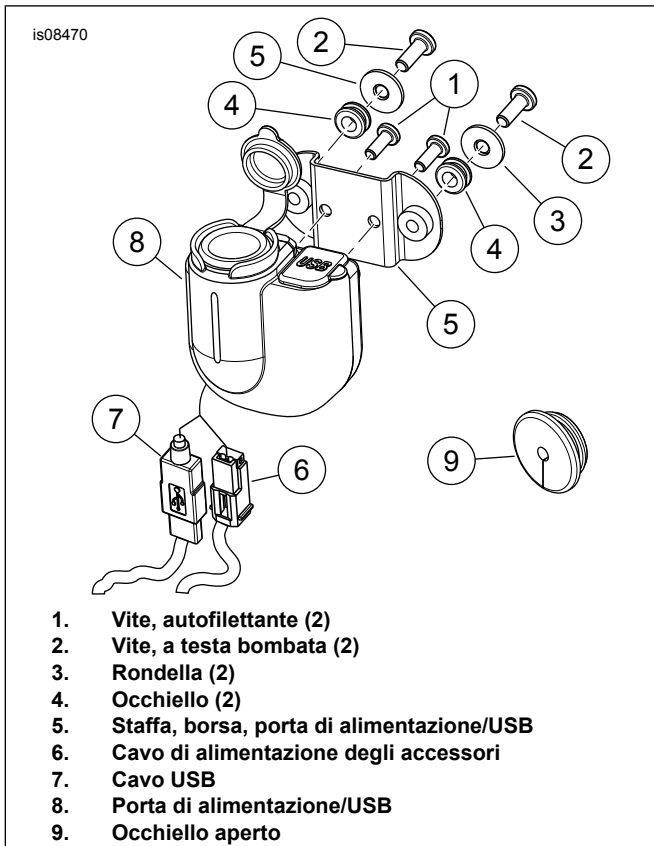

Figura 6. Installazione dell'uscita a 12 V/USB sulla borsa
4. Usando la staffa (5) come maschera, segnare le posizioni dei due fori di montaggio. Punzonare la posizione dell'apertura del passaggio per la porta di alimentazione.
5. Vedere Figura 6. Montare la staffa (5) sulla porta di alimentazione/USB (8) fissandola con le viti (1).
7. Installare gli occhielli di gomma (4) in ciascuno dei fori di montaggio da 9,5 mm (0.38 in) della porta di alimentazione eseguiti al punto precedente.
8. Collocare una rondella (3) sulla filettatura di ciascuna vite (2). Inserire le viti negli occhielli e collocare una seconda rondella sulla filettatura delle viti.
9. Installare la porta di alimentazione/USB (8) sul fianco della borsa con le viti (2). Serrare ad una coppia di 2,8–3,3 N·m (25–30 in-lbs).
10. Passare il cavo di alimentazione degli accessori (6), il cavo USB (7) e il cablaggio attraverso il foro da 16 mm (0.62 in) sul fianco della borsa.
11. Installare l'occhiello aperto (9) con l'estremità grande rivolta verso il connettore. Serrare l'occhiello sul cablaggio della porta di alimentazione all'esterno della borsa. Spingere l'occhiello nel foro di passaggio del filo.